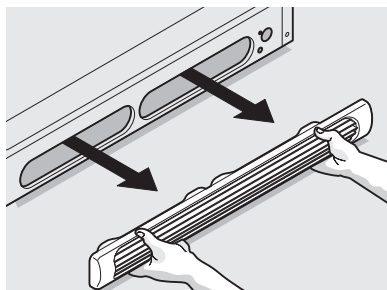

Figura 1
1. Retire la rejilla inferior (Figura 1).